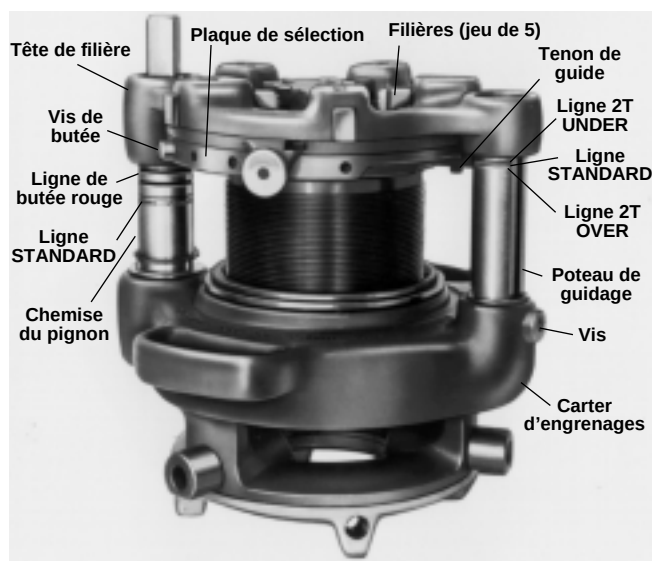

Figure 26 – Fileteuse à pignon N 161 montrant les repères de la chemise de pignon et du poteau de guidage
(Figure 26)
1. Enlevez la vis de blocage (Figure 26) de la plaque de sélection.